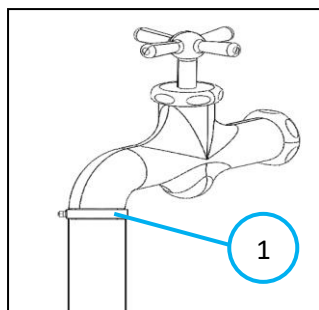

Fig. 1
3. Bevestig een slang aan een kraan door het rubberen uiteinde op de kraan te duwen en de slangklem vast te draaien (Fig. 1).